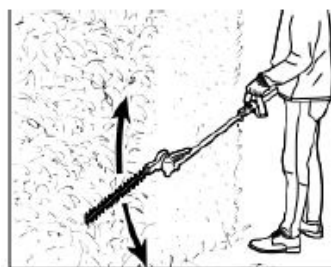

Fig 10
- Avance lentamente e de forma controlada (Fig. 10).